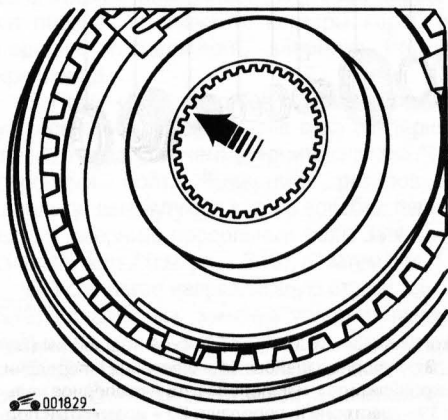

Рис. 5.27. Канавка на внутренней поверхности ступицы синхронизатора III и IV передач должна быть направлена к IV передаче
- канавка на внутренней поверхности ступицы синхронизатора III и IV передач должна быть направлена к IV передаче (рис. 5.27);